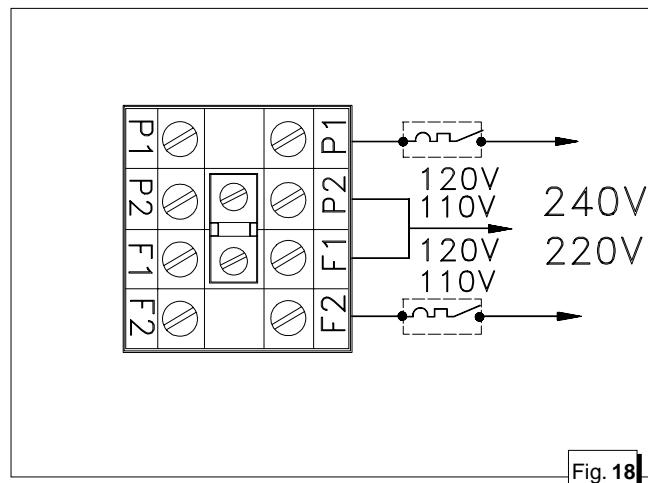

Fig. 18
Nel collegamento in serie  possibile prelevare contemporaneamente la potenza sia a tensione 110 (120) V fra i punti F1-F2 e P1-P2 che a tensione 220 (240) V fra i punti P1 e F2, come da schema di fig. 18.
In serial connection, power can be picked up both at 110 (120) V between points F₁ - F₂ and P₁ - P₂ and at 220 (240) V between points P₁ and F₂ at the same time, as shown in the diagram in fig. 18.
- Dans la liaison en s  rie on peut pr  lever simultan  m  t la puissance    une tension de 110 (120) V entre les points F1-F2 et P1-P2 qu'   une tension de 220 (240) V entre les points P1 et F2, selon le sch  ma de la figure 18.
NB. In questi casi vanno installati due magnetotermici, vedi fig. 18/19, dimensionati sui valori di corrente (A) riportati in Tab. 2
N.B: In these cases two magnetothermic devices should be installed, see fig. 18/19, dimensioned on the current values (A) shown in Table. 2.
NOTE: deux magnétothermiques doivent être installés dans ces cas (se reporter à la figure 18/19), dimensionnés sur les valeurs du courant (A) reprises sur le tableau 2.